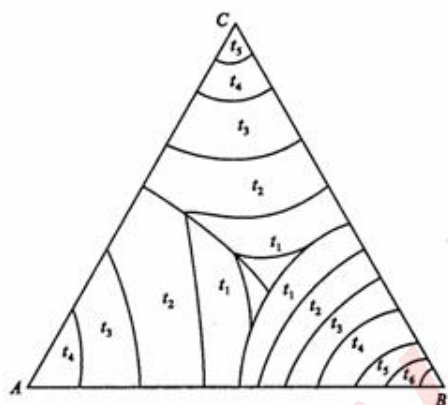

图6-9
6-21 如图6-9是最简单的三元系统投影图, 图中等温线从高温到低温的次序是: $t_5 > t_4 > t_3 > t_2 > t_1$, 根据此投影图回答: (1) 三个组元 A 、 B 、 C 熔点的高低次序是怎样排列的? (2) 各液相面的陡势排列如何? 哪个最陡? 哪个最平坦? (3) 指出组成为 $65\%A$ 、 $15\%B$ 、 $20\%C$ 的熔体在什么温度下开始析晶? 析晶过程怎样? (表明液、固相组成点的变化及结晶过程各阶段中发生的变化过程)